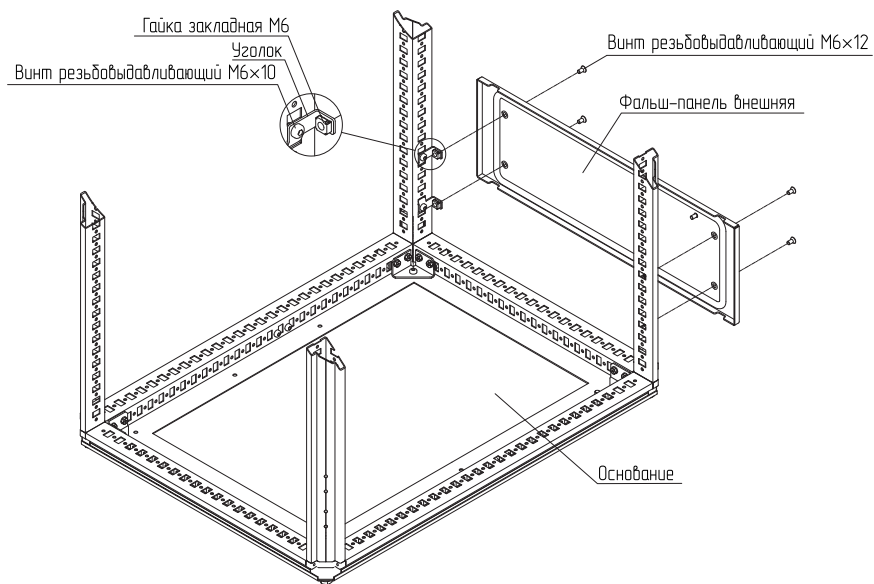

Рисунок 2
4.1.2 Приложить фальш-панель внешнюю глухую к стойкам каркаса, отметить место расположения уголков, закрепить уголки винтами M6×10 (рисунок 2). Момент затяжки – 7 Н·м.
4.1.4 Закрепить фальш-панель внешнюю на уголках винтами M6×12 (рисунок 2). Момент затяжки – 7 Н·м.